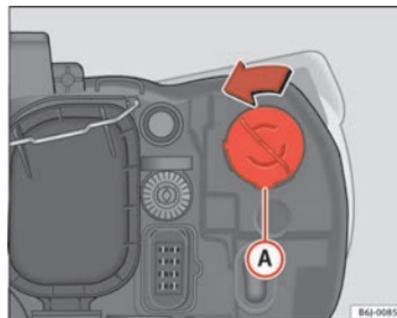

Fig. 132 Luz indicadora de mudança de direção
- Rode o porta-lâmpadas ⇒ fig. 132 Ⓐ para a esquerda e puxe.